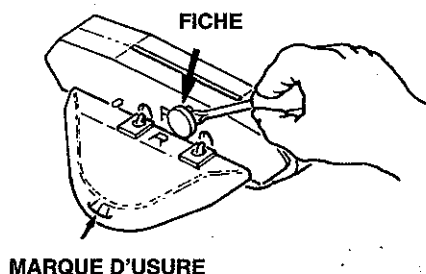

Figure 9
**1. Vérifiez périodiquement l'état des " patins, ailes et volets ".** Les patins et les ailes sont munis d'indicateurs d'usure sur les côtés ; vérifiez-les de temps à autre afin de déterminer s'ils doivent être remplacés. L'indicateur d'usure des patins est une ligne sur le côté du patin, qui forme une différence de texture. Lorsque cette différence de texture n'est plus visible au bas du patin (vu d'un côté ou de l'autre), celui-ci doit être remplacé (voir Figure 8). L'indicateur d'usure des ailes se trouve également sur les côtés ; c'est une ligne horizontale surmontée de trois (3) lignes verticales. Lorsque vous ne distinguez plus la ligne horizontale, les ailes doivent être changées (voir Figure 9). **Le Kit d'Entretien Navigator** est disponible auprès de votre revendeur. Vous pouvez également vous procurer des patins, des ailes et des volets séparément.
- A l'aide d'un tournevis, retirez les fiches des deux éléments (voir Figure 9).